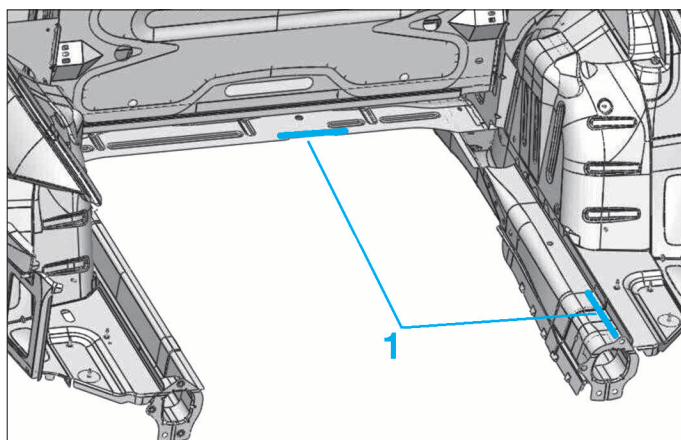

FIG. 111
- Appliquer de la colle structurale sur les zones (1) (Fig.111).